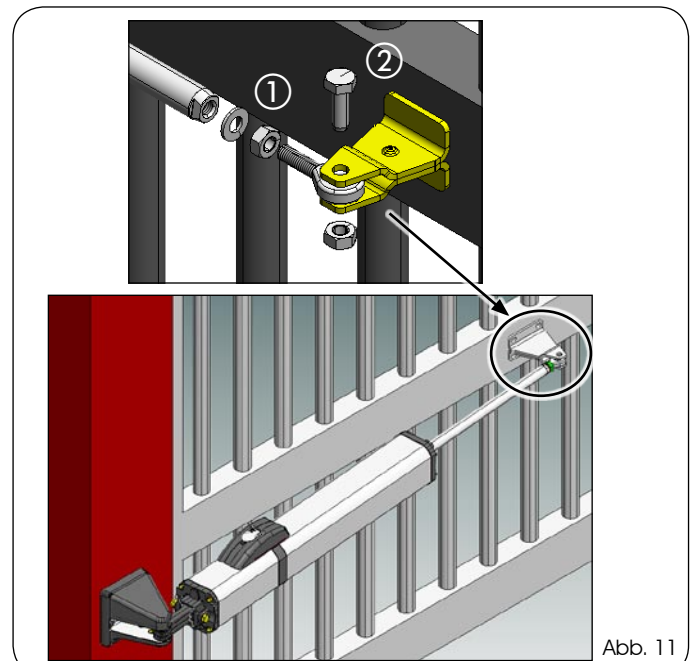

Abb. 11
6. Das vordere Gelenk bis zur Hälfte des Gewindes auf den Antriebsschaft schrauben (Abb. 11 Bez. ①).
10. Den Flügel des Tores schließen und den vorderen Anschluss wie in Abb. 11 Bez. ② dargestellt auf den Schaft bauen.